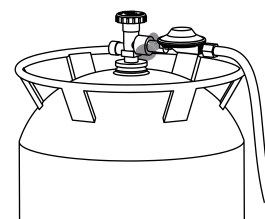

Figure 7
2. Nanesite nekaj kapljic raztopine na spoj med ventilom plinske jeklenke in regulatorjem (glej Figure 7).